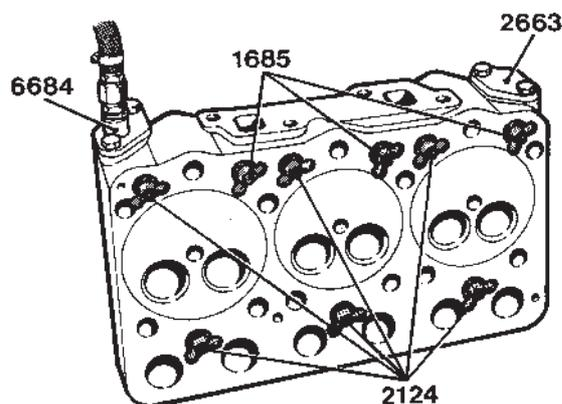

Fig. 37. Essai sous pression de culasse. Série 60
1. Monter la plaque d'étanchéité 2663 et la plaque de raccord 6684 comme le montre la figure 37 ou 38.
2. **Série 60** : monter les bouchons expandeurs 1685 (3 pièces), ou 2124 (6 pièces) comme le montre la figure 37.